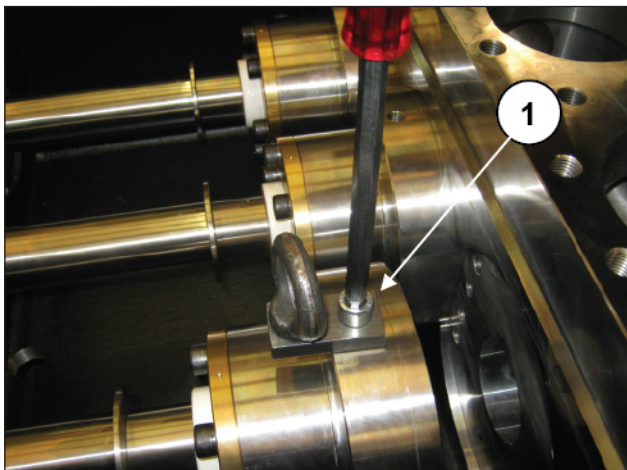
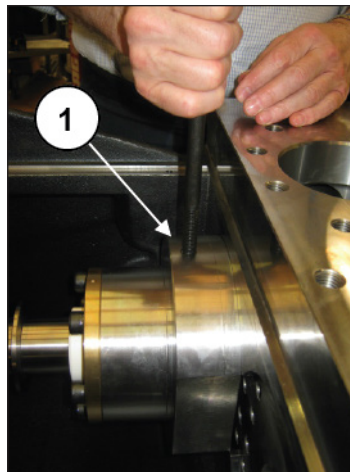

Fig. 237
Fig. 238
Démonter l'outil de levage (rep. ①, Fig. 237) et installer une vis ou tige filetée M12 dans le trou fileté sur le support (rep. ①, Fig. 238) afin de mieux orienter le groupe lors de son installation sur la culasse.